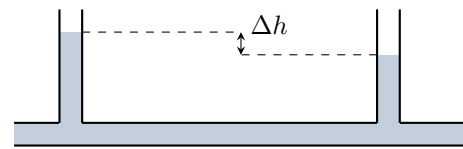

Figure 2 – Mesure de perte de charge.
- 5 - Sur la canalisation horizontale on place deux tubes verticaux remplis d'eau séparés de 10 m. On mesure une différence de hauteur d'eau $\Delta h = 2,0$ cm, voir figure 2. En déduire la perte de charge linéaire due au tuyau d'alimentation.